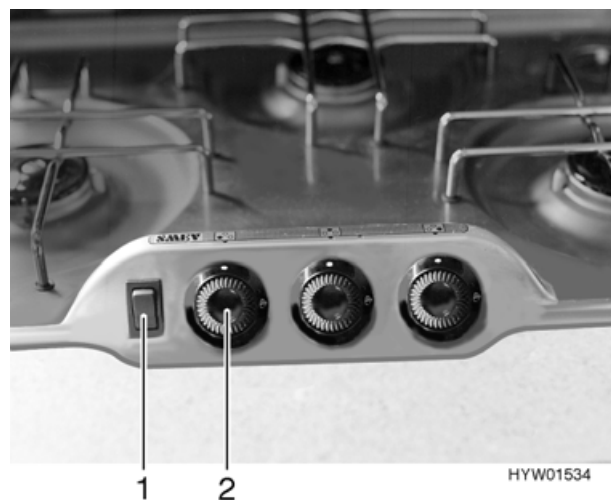

Bild 72 Bedienelemente für Gaskocher
- Reglerknopf (Bild 72,2) drücken, in Stellung "Max." drehen und gedrückt halten, bis Gas zum Brenner strömt.
- Wippschalter (Bild 72,1) drücken. Am Brenner werden Zündfunken erzeugt.